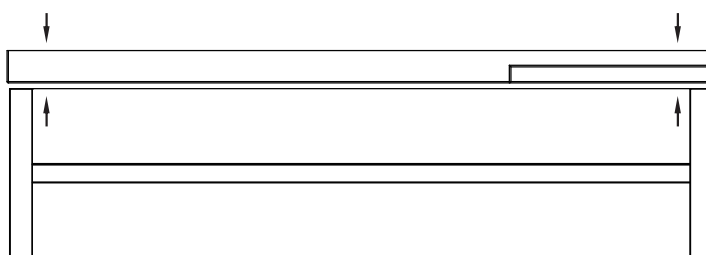
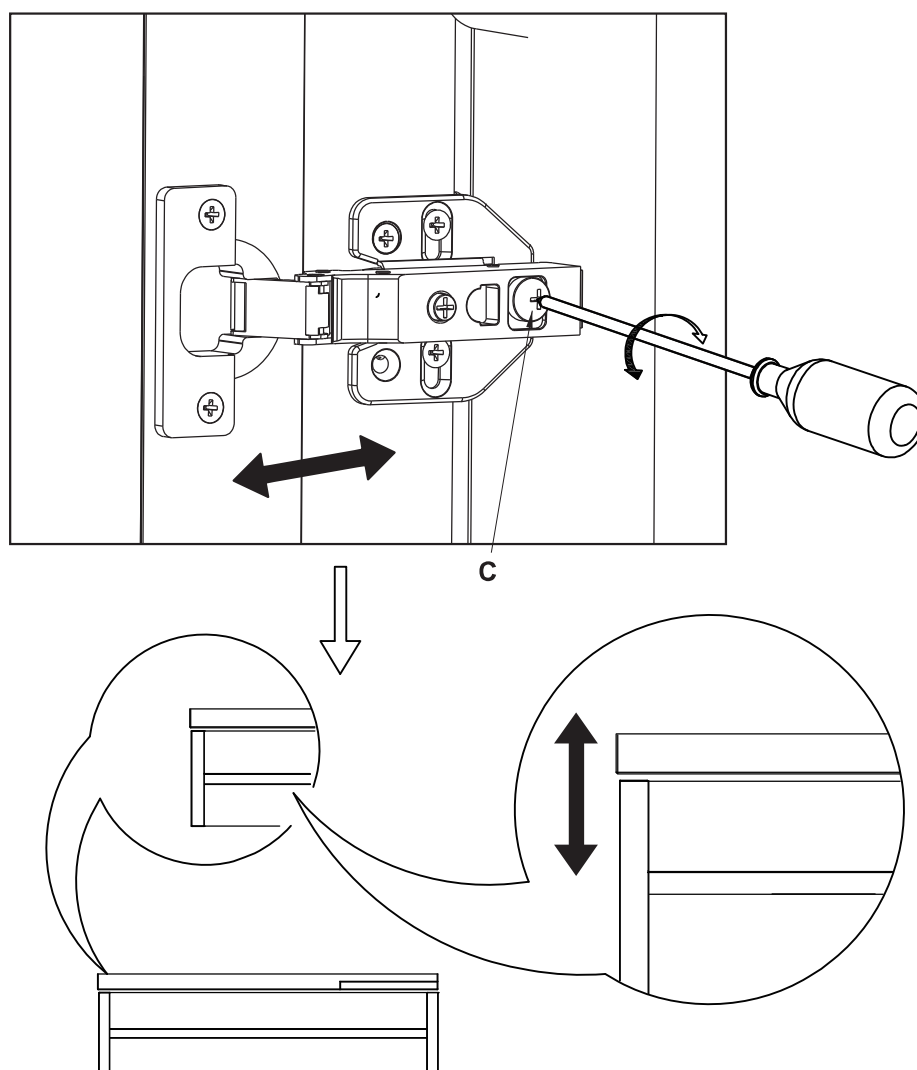

Fig. 8
Fig. 9
3.2 Se l'anta del mobile non è piatta (Fig. 8), regolare la distanza tra l'anta e il mobile agendo sulla vite (C) per rendere piatte entrambe le ante (Fig. 9).